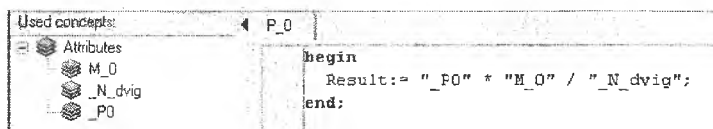

Рис. 6. Атрибуты и тело скрипта *P\_0 Calculate*
- Укажите параметры скрипта: перетащите необходимые атрибуты на концепт скрипт (все параметры скрипта можно увидеть во вкладке *Uses*). Параметрами скрипта *P\_0 Calculate*, вычисляющего минимальную потребную взлетную тягу двигателя, являются атрибуты *P\_0*, *M\_0* и *N\_dvig* (рис. 6).